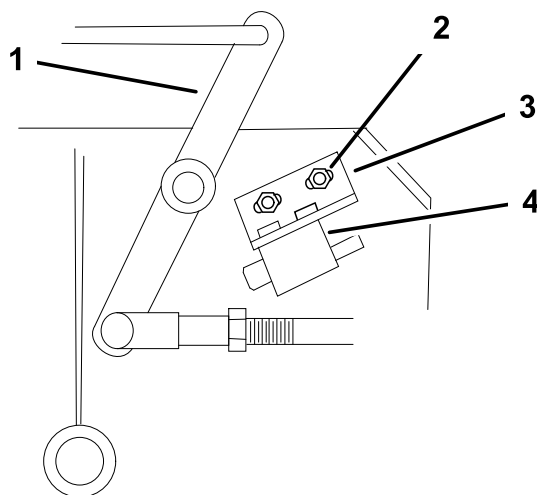

Figura 58
- Si es necesario, ajuste el interruptor de seguridad de la cuchilla aflojando los pernos que sujetan el soporte del interruptor (Figura 58).
Nota: Asegúrese de que la palanca acodada **no** toca el cuerpo del interruptor, porque esto podría dañar el interruptor (Figura 58).